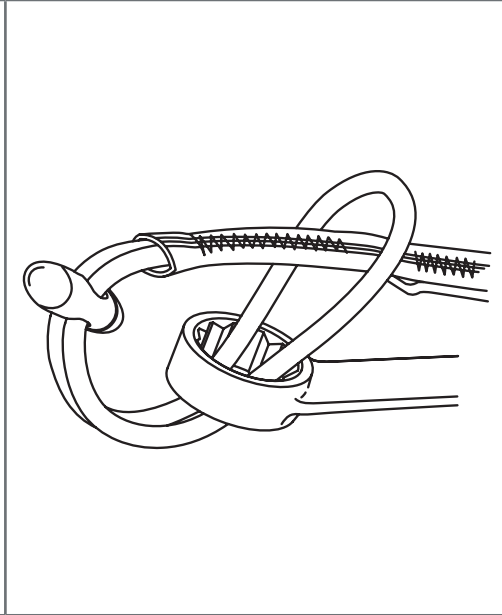

Abb. 2
2. Führen Sie das gegenüberliegende Ende des Haltegurts mit dem D-Ring oder der Steckschnalle durch die Schleufe. (Abbildung 2)